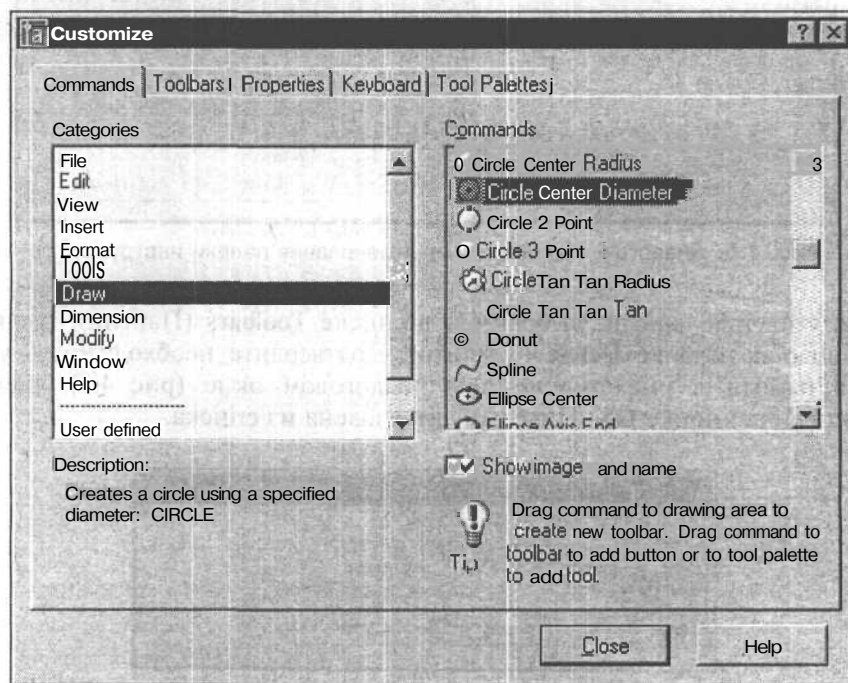

Рис. 4.7. Вкладка **Commands** диалогового окна **Customize**
7. Для добавления кнопки на панель откройте вкладку **Commands** (Команды) в диалоговом окне **Customize** (Адаптация). Выберите ее категорию в списке **Categories** (Категории), а затем нужную команду — в списке **Commands** (Команды) (рис. 4.7). Удерживая левую кнопку мыши, перетащите кнопку на панель инструментов и отпустите кнопку в тот момент, когда в месте вставки на панели появится черный вертикальный отрезок.